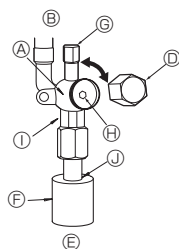

Fig. 4-6
- (1) Сторона с газом/жидкостью ZRP35-71 (Fig. 4-6)
- ① Снимите колпачок и поверните шток золотника против часовой стрелки до упора, используя для этой цели 4 мм шестиугольный гаечный ключ. Прекратите поворачивать шток в момент, когда тот достигнет стопора. (Ø9,52: Приблизительно 10 оборотов)
- ② Убедитесь в том, что запорный кран полностью открыт, надавите на ручку и поверните колпачок в первоначальное положение.